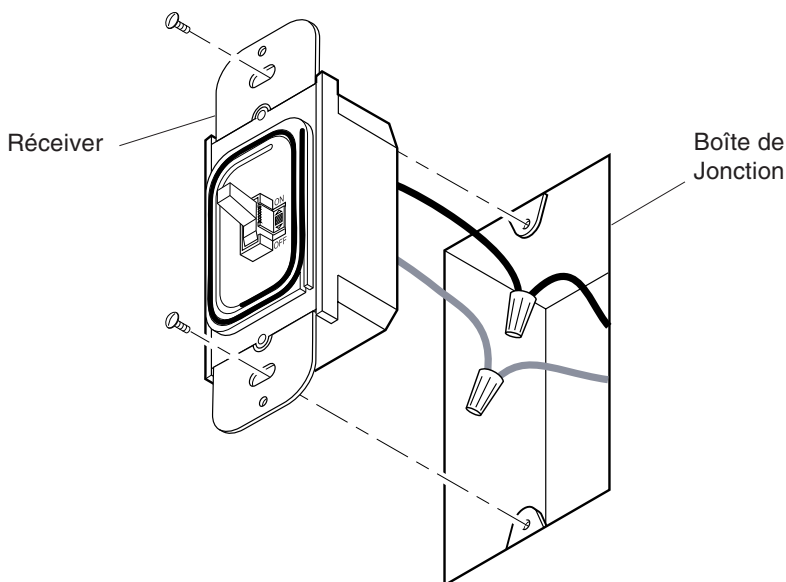

Figure 1 - Installation du Récepteur
4. Connectez le fil en provenance du récepteur au fil que vous avez enlevé de l'interrupteur. Utilisez un des serre-fils inclus pour fixer les fils (voir Figure1).